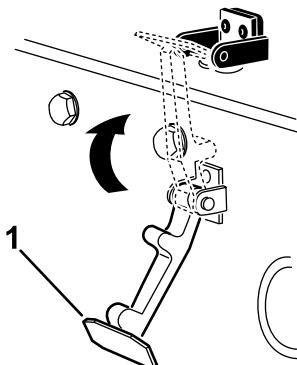

Bild 36
7. Haken Sie den Riegel in die Halterung des Motorhaubenriegels ein (Bild 36).